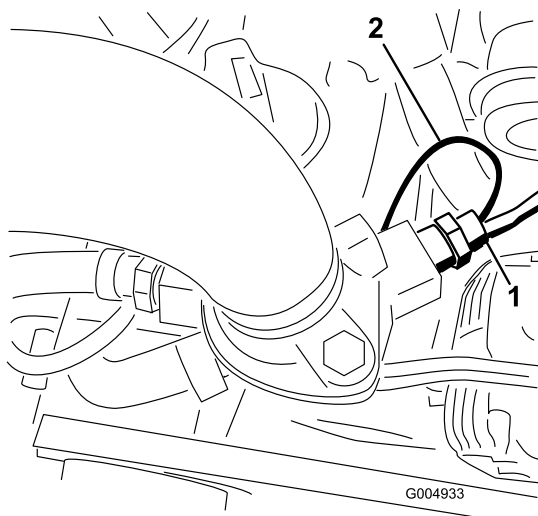

Figura 18
6. Montate il nuovo interruttore a doppio contatto sul lato destro dell'alloggiamento del termostato del motore (Figura 18).